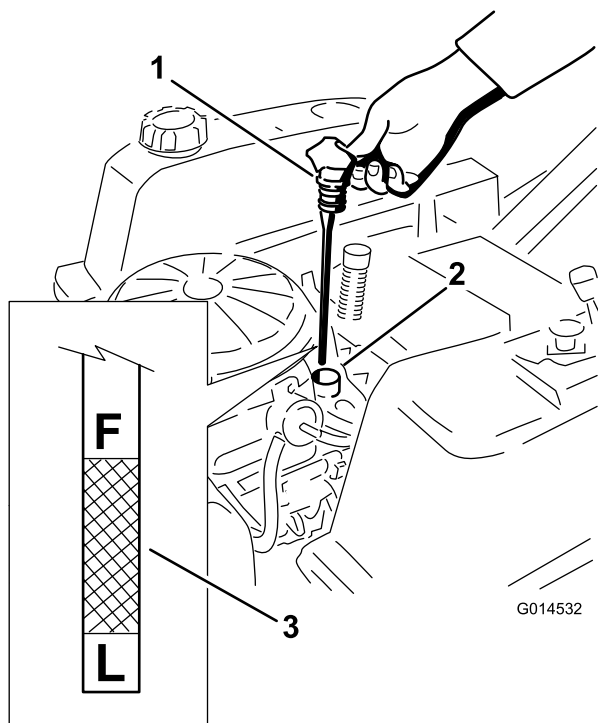
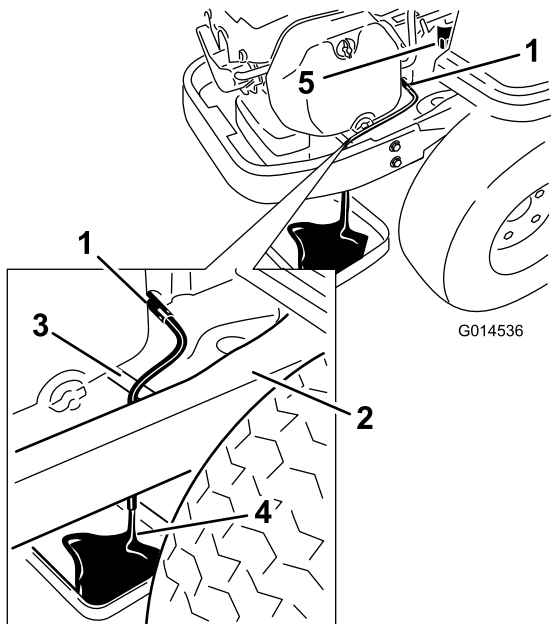

Bild 30
Bild 32
4. Ziehen Sie den Fülldeckel bzw. den Peilstab heraus und wischen Sie das Öl ab. Setzen Sie den Peilstab wieder ein und drücken Sie ihn richtig rein (Bild 30).
5. Nehmen Sie den Peilstab heraus und prüfen Sie den Ölstand (Bild 30).
7. Stellen Sie eine Wanne direkt unter den Ölablassschlauch unter die Maschine, wie in Bild 32 dargestellt.
8. Drehen Sie das Ablassventil um eine Vierteldrehung nach links, um es zu öffnen, damit das Öl ablaufen kann (Bild 32). Nehmen Sie den Öleinfüllstutzendeckel/Peilstab ab (Bild 30).
10. Nehmen Sie den alten Filter heraus und wischen Sie das Befestigungspolster ab (Bild 32).
11. Schließen Sie das Ablassventil, sobald alles Öl abgelaufen ist. Entfernen Sie den Ölablassschlauch und wischen Sie Ölreste vom Rahmen ab (Bild 32).
15. Gießen Sie ca. 80 % der angegebenen Ölmenge langsam in den Einfüllstutzen (Bild 30).
16. Stecken Sie den Ölfülldeckel und Peilstab wieder fest ein (Bild 30).
17. Prüfen Sie den Ölstand (Bild 30); siehe Prüfen des Ölstands“.
19. Stecken Sie den Ölfülldeckel und Peilstab wieder fest ein (Bild 30).